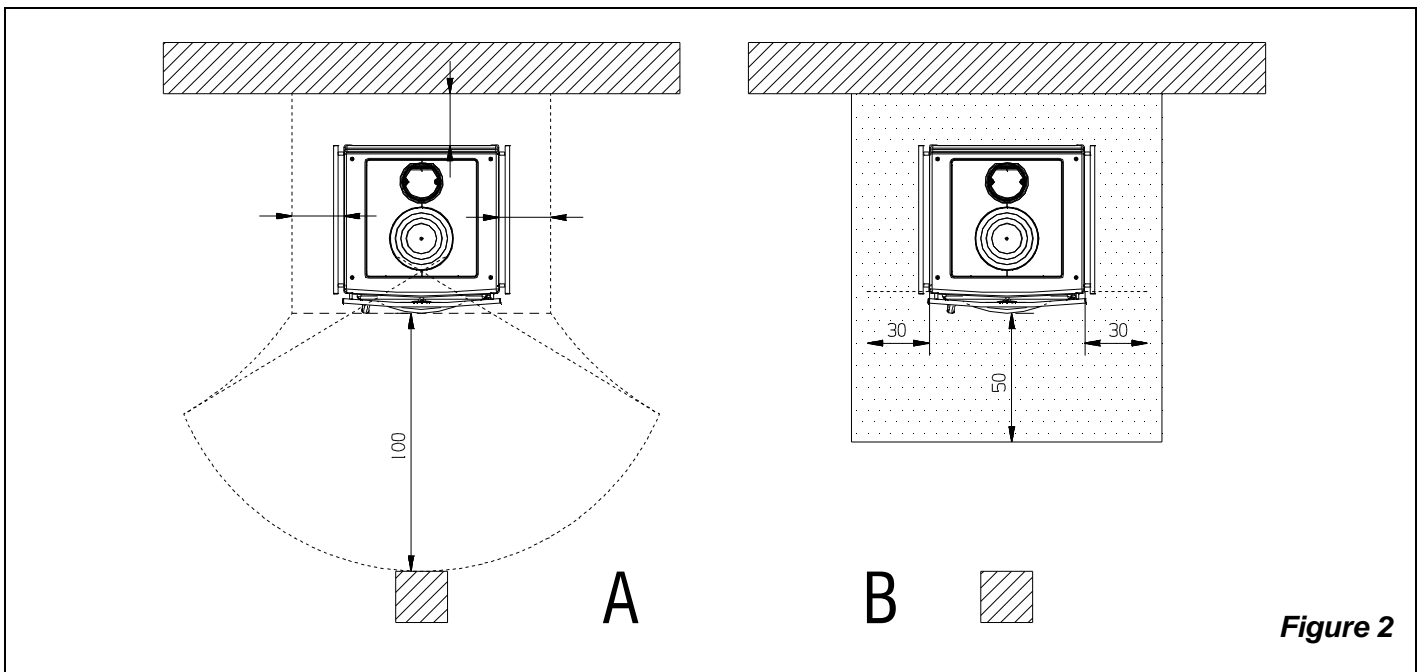

Figure 2
- a) pour assurer une isolation thermique suffisante, respecter la distance minimale de sécurité entre le poêle et les éléments de construction et objets inflammables et sensibles à la chaleur (meubles, revêtements en bois, tissus, etc.) (Figure 2 pos. A). **Toutes les distances minimales de sécurité sont indiquées dans l'étiquette du produit et on il NE FAUT PAS descendre au-dessous des valeurs indiqués.**
- c) si le produit est installé sur un sol de matériau inflammable, prévoir une base ignifuge. **Les sols composés par matériaux inflammables**, comme moquette, parquet ou liège etc., **doivent être remplacés** pas une couche de matériel pas inflammable, par exemple céramique, pierre, vitre ou acier etc.. (dimensions selon les dispositions régionales). Le fond de sol doit dépasser d'au moins **50 cm**. de face et d'au moins 30 cm. sur les côtés, au-delà de l'ouverture de la porte de chargement. (Figure 2 Pos. B)